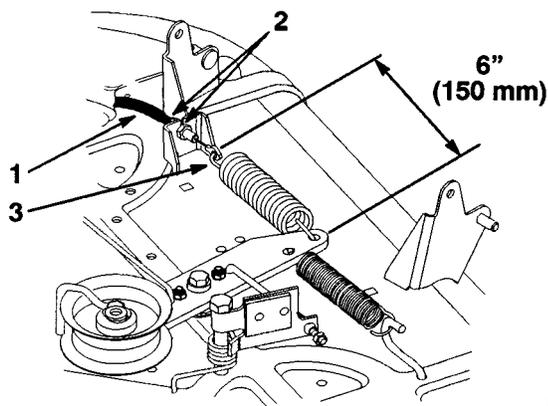

Fig. 46
12. Innestare la leva di comando della lama (presa di forza) sulla plancia. Misurare la distanza fra le estremità a gancio della molla di rinvio (Fig. 46). Regolare i controdadi fino ad ottenere la dimensione di 150 mm (Fig. 46).